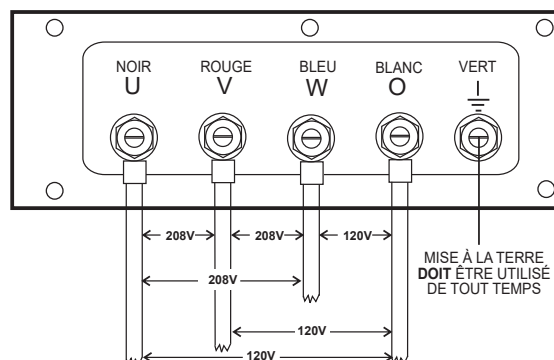

Figure 22. Bornes UVWO (connexions triphasées 208 volts/monophasées 120 volts)
2. Connectez les fils de charge aux **bornes de l'UVWO** comme indiqué dans la Figure 22.